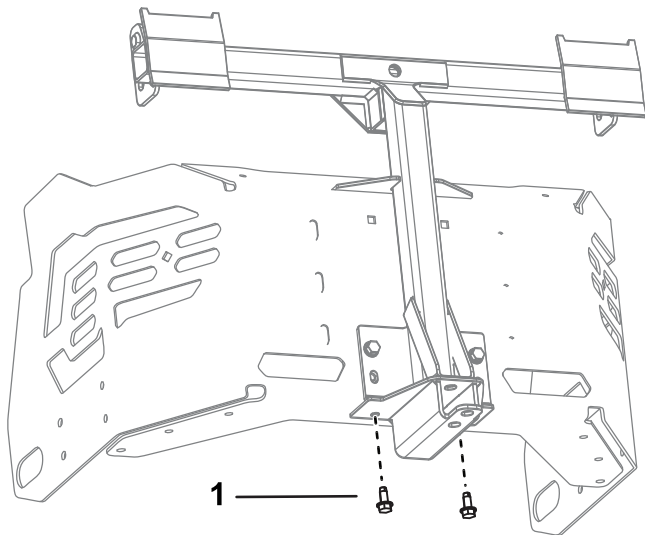

Figure 4
3. Retirez les 2 vis autotaraudeuses du bas du cadre de la machine (**Figure 4**).
5. Fixez le cadre pivotant au bas du cadre de la machine à l'aide de 2 vis autotaraudeuses (5/16" x 3/4"), comme montré à la Figure 4.